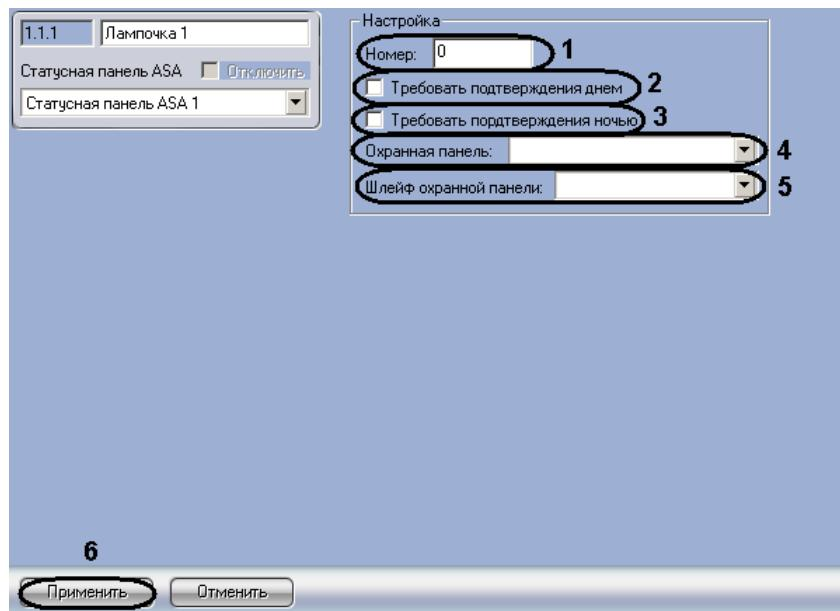

Рис. 3.6-8 Панель настроек объекта Лампочка
1. Перейти на панель настроек объекта **Лампочка** (Рис. 3.6-8).
2. В поле **Номер**: необходимо ввести порядковый номер датчика (см. Рис. 3.6-8, 1).
3. Если требуется днем подтверждать тревогу необходимо установить флајок **Требовать подтверждения днем** (см. Рис. 3.6-8, 2).
4. Если требуется ночью подтверждать тревогу необходимо установить флајок **Требовать подтверждения ночью** (см. Рис. 3.6-8, 3).
5. Выбрать охранную панель, к которой относится данный датчик, из соответствующего раскрывающегося списка (см. Рис. 3.6-8, 4).
6. Выбрать шлейф охранной панели, к которому относится данный датчик, из соответствующего раскрывающегося списка (см. Рис. 3.6-8, 5).